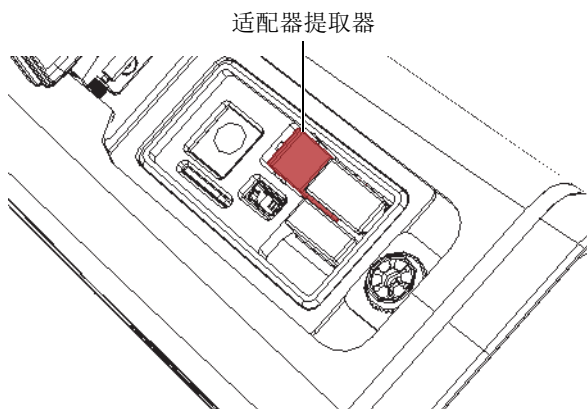

图 3-8 适配器提取器
1. 向下按适配器提取器的端部，使USB适配器升高，以用手抓取适配器（参见第63页的图 3-8）。